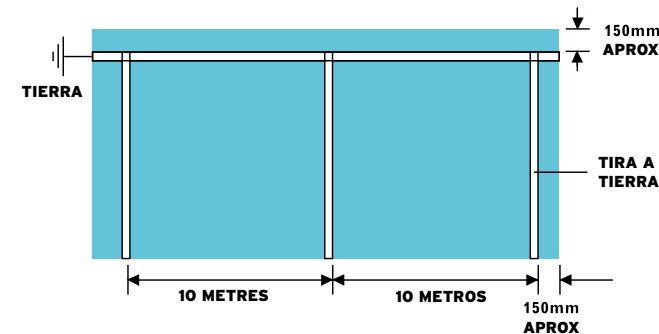

Figure 2 Diseño de la toma a tierra
- > La tira de la toma de tierra se coloca a 150mm de un lado de la habitación, en el mismo sentido en que se colocará el suelo vinílico. Esta tira está conectada a una toma de tierra conocida (Fig. 2).
- > Las tiras deben ser colocadas para formar una malla cuadrada de 600mm a través del suelo, las tiras perimetrales deben estar a 150mm de la pared (Fig. 2).